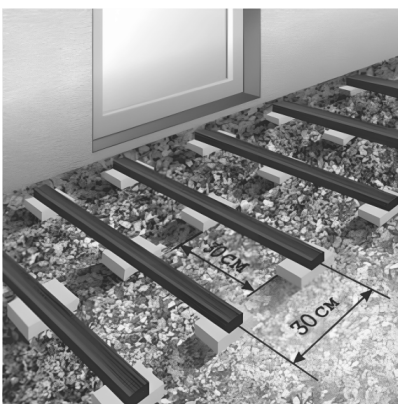

Рисунок 3
- l на бетонную плитку размером не менее 250x250x40 мм, установленные на песчано-гравийное утрамбованное основание (рис. 3) – временная установка или при монтаже в условиях плюсовых температур. Недопустимо делать монтаж таким способом на пучинистом грунте и в условиях эксплуатации в отрицательных температурах;